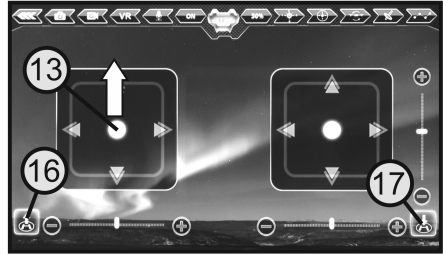

Figure 27
Pour faire atterrir le quadricoptère, réduisez minutieusement l'altitude de vol à l'aide du levier de commande de gauche (voir figure 27, pos. 13) jusqu'à ce que le quadricoptère se pose sans risque. Une fois que l'appareil a atterri, déplacez le levier de commande virtuel vers la position la plus basse et maintenez-le jusqu'à ce que les hélices s'arrêtent. À défaut, appuyez sur le bouton d'atterrissage automatique (voir figure 27, pos. 17).